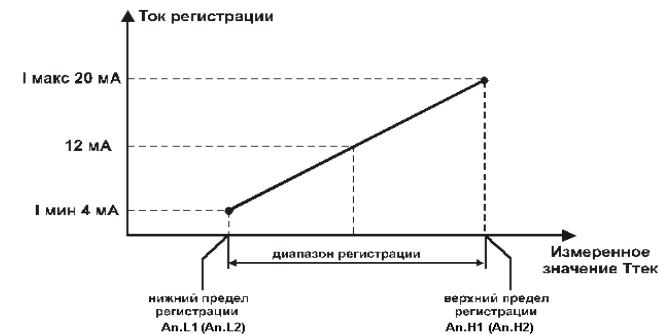

Рис. 10
3.1.5.2.2. При работе в **режиме регистратора** (**dAC1(dAC2)=Pv**). ЛУ сравнивает входную величину с заданными значениями и выдает на соответствующее выходное устройство аналоговый сигнал в виде тока 4...20 mA, который можно подавать на самописец или другое регистрирующее устройство. Принцип формирования тока регистрации показан на **рис. 10**.